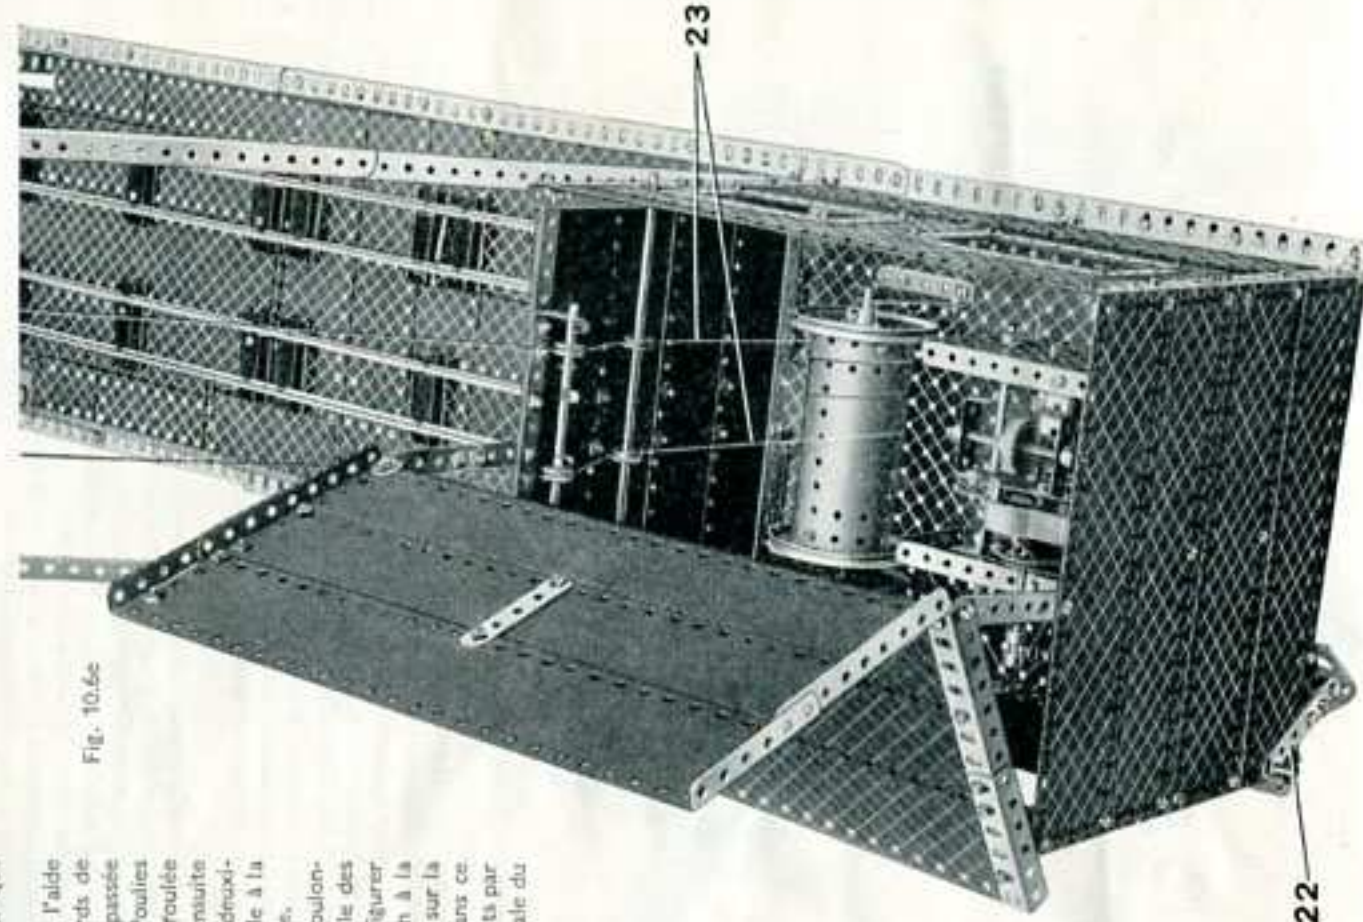

Fig. 10.6e
On commencera le montage du mécanisme de commande en boulonnant deux Plaques à Rebords de 14 x 6 cm. 8 au plancher de la salle des machines par leurs rebords longs, les Plaques étant écartées l'une de l'autre à la distance de neuf trous. Les rebords arrière des Plaques sont réunis par une Plaque sans Rebords de 11.5 x 6 cm. et leurs rebords supérieurs par deux Bandes de 11 cm. 5. Un Moteur Electrique 9 est boulonné aux deux Bandes de 11 cm. 5 et ceci dans la position indiquée sur la Fig. 10.6e. Une Vis sans Fin 10 montée sur l'arbre d'entraînement du Moteur engrène avec une Roue de 25 mm. 11 montée sur une Tringle de 11 cm. 5 (12) insérée dans les trous centraux de deux Bandes Coudées de 38 x 12 mm. boulonnées à une flasque du Moteur. A son extrémité, la Tringle 12 porte une Roue de Chaîne de 25 mm. 13, qui est reliée par l'intermédiaire d'une Chaîne Galle à la Roue de Chaîne de 50 mm. montée sur la Tringle de 10 cm. 15. La Tringle 15 est insérée dans la Plaque sans Rebords de 11.5 x 6 cm. réunissant les rebords arrière des Plaques 8, ainsi que dans une Bande Coudée de 11.5 x 12 mm., boulonnée entre les Plaques, et porte, à son extrémité avant, une Roue de Champ de 38 mm. Cette dernière peut
On construit les murs de la salle des machines en boulonnant quatre cornières de 24 cm., dont chacune comprend deux Cornières de 14 cm. se recouvrant sur trois trous, verticalement aux cornières composées formant les bords de la voie. Les murs latéraux sont comblés ensuite par trois Plaques-Bandes de 32×6 cm., une Plaque Flexible de 14×6 cm. et deux Plaques Flexibles de 14×4 cm., un espace libre étant réservé pour les fenêtres. La partie avant de la salle des machines est comblée par huit Plaques Flexibles de 14×6 cm., et la partie arrière par quatre Equerres de 25×25 mm. boulonnées à l'avant de la salle des machines portant chacune deux Poulies de 12 mm. qui servent de guides à la Corde de commande 23 (Fig. 10.6e). Chaque moitié du toit consiste en trois Plaques-Bandes de 32×6 cm. se recouvrant le long de leurs côtés des cornières composées étant fixées à leurs extrémités. L'une des moitiés du toit est fixée au moyen d'une Rondelle à la par des Equerres à 135° et des Bandes de 14 cm., l'autre moitié étant fixée à l'aide de charnières.
par quatre Plaques-Bandes de 24×6 cm. Une Tringle de 13 cm. insérée dans deux Equerres de 13 cm. insérée dans les côtés de la salle des machines et une Tringle de 29 cm. insérée dans les côtés de la salle des machines guidés à la Corde de commande 23 (Fig. 10.6e). Chaque moitié du toit consiste en trois Plaques-Bandes de 32×6 cm. se recouvrant le long de leurs côtés des cornières composées étant fixées à leurs extrémités. L'une des moitiés du toit est fixée au moyen d'une Rondelle à la par des Equerres à 135° et des Bandes de 14 cm., l'autre moitié étant fixée à l'aide de charnières.